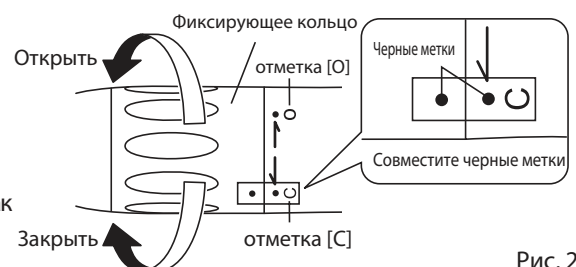

Рис. 2
- 3) Закрепите бор поворотом фиксирующего кольца до отметки [C], до того как услышите характерный щелчок. Черные метки должны быть на одной линии. (Рис.2)